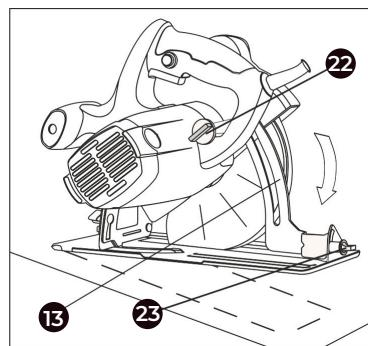
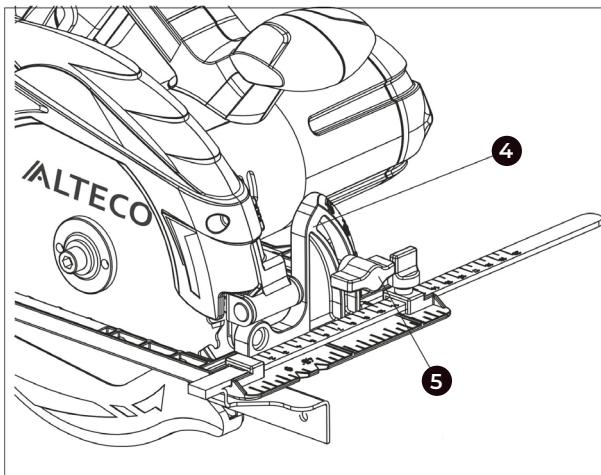

Рис. 4
Рис. 5
- Ослабьте фиксатор угла наклона (5) (рис.5), и дополнительный фиксатор (23) (рис.4), расположенный возле шкалы глубины пропила;
- Установите необходимый Вам угол наклона, согласно шкалы (4);
- Затяните фиксаторы (5) и (23)